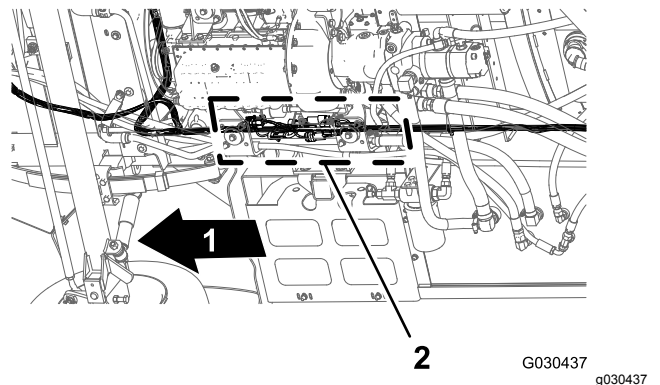

Figura 113
1. Debaixo da máquina, ao lado do tubo da estrutura do lado direito, localize os conectores elétricos para a cablagem dianteira e traseira da máquina (Figura 113).